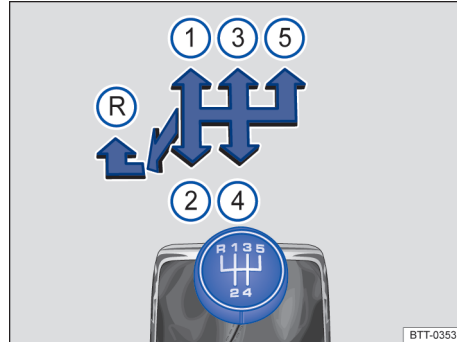

Fig. 83 Esquema de la transmisión manual de 5 marchas.
Las posiciones de cada marcha están representadas en la palanca de cambios → fig. 83.
- Empujar la palanca de cambios totalmente hacia la izquierda y después hacia adelante hasta la posición de la marcha atrás → fig. 83 (R).